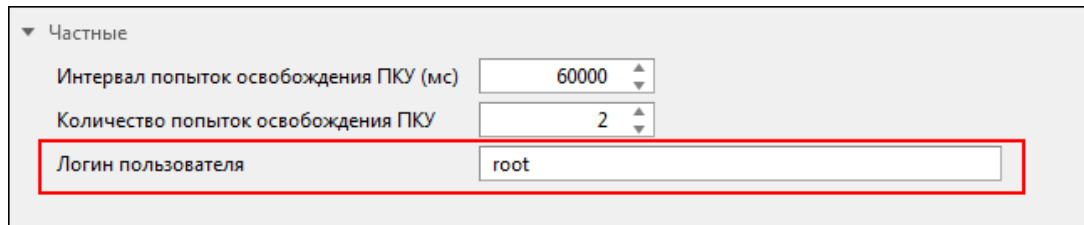

Рисунок 351 - Логин пользователя
- В настройках модуля укажите логин пользователя, под правами которого будет выполняться запуск бланков (Рисунок 351).